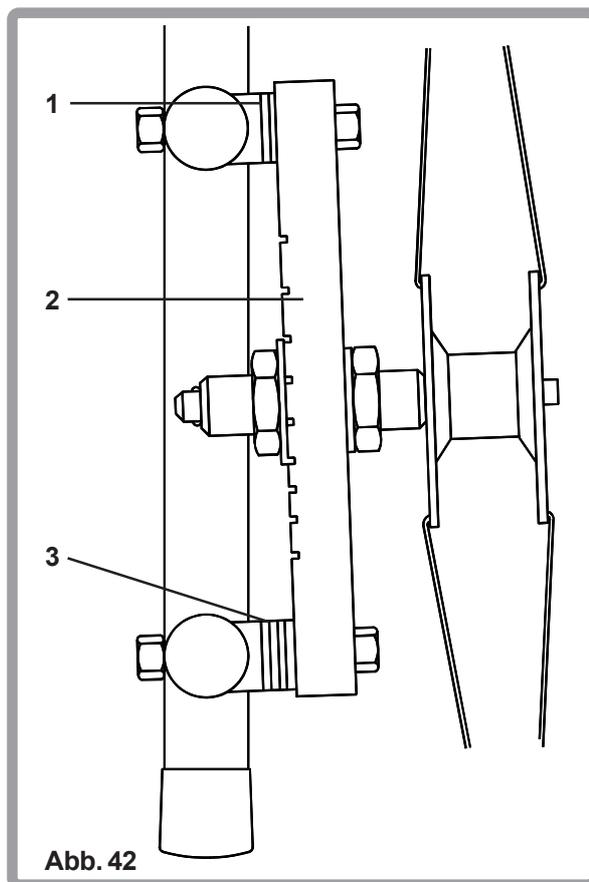

Abb. 42
Die exakte Radspur wird in der Fabrik eingestellt (Abb. 42). Möchten Sie die Radspur verstellen, lösen Sie die entsprechenden Schrauben und Muttern und legen Sie mehr oder weniger Unterlagsscheiben (1 u. 3) vorne oder hinten zwischen Rahmen und Radhalteplatte (2). Mehr Unterlagsscheiben an der Vorderseite ergibt eine Nachspur, mehr Unterlagsscheiben an der Hinterseite ergibt eine Vorspur. Anschliessend die Befestigungsschrauben mit 8-10Nm anziehen.